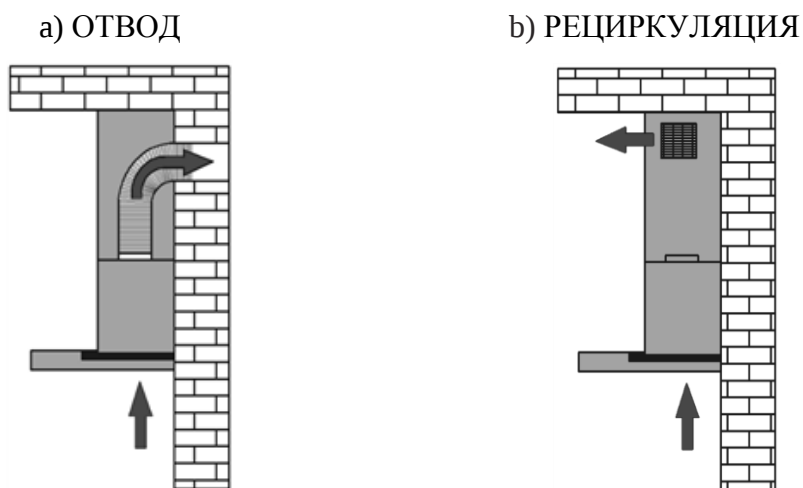

Рис. 6
1) Отвода (рис. 6а) – воздух удаляется из помещения через соединение вытяжки с вентиляционным каналом жестким пластиковым воздуховодом или гофрированным шлангом диаметром 120 мм. И, таким образом, все кухонные испарения, запахи, гарь и копоть, проходя через многоразовые алюминиевые жирославливающие фильтры, выводятся за пределы помещения. При данном режиме работы нет необходимости устанавливать угольные фильтры. Режим отвода является наиболее эффективным, поскольку вытяжка удаляет все кухонные испарения за пределы кухни в вентиляционную шахту.
2) Рециркуляции (рис. 6б) – внутренняя циркуляция воздуха через угольные фильтры (рис. 5). Вытяжка в данном случае не подключается к вентиляционной шахте и, таким образом, воздух просто прогоняется через вытяжку внутри кухни.